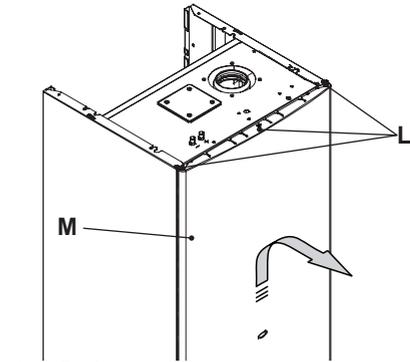

Рис. 5.14
- Снимите переднюю панель котла, в соответствии с указаниями. Выньте винты **L**. Снимите переднюю панель **M**, подтолкнув ее вверх, чтобы высвободить из нижних крючков Рис. 5.14.